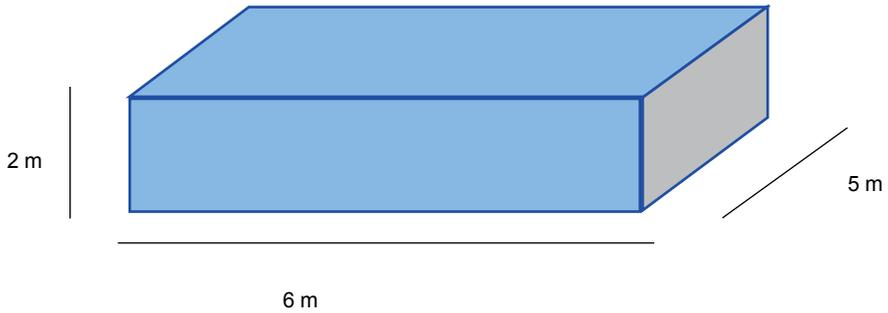

Figura 16. Problema a.
- a) Calcular la fuerza ejercida por el agua en el recipiente que se muestra en la figura 16 sobre cada cara.